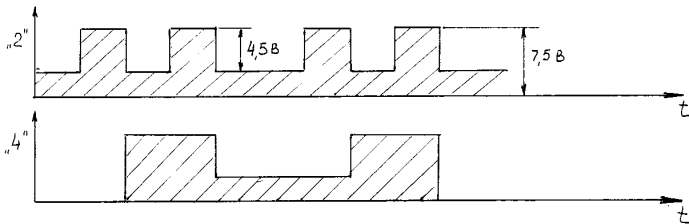

Рис.3
- Да вот, наблюдай и усеки на будущее. Понял, в чем хитрость? - отыкнулся Сан-Саных. - А все потому, дорогой Вася, что привык ты работать на закрытом входе осциллографа. Если бы ты сразу переключился на открытый вход, то наблюдал бы картинку, которая изображена на **рис.3**.